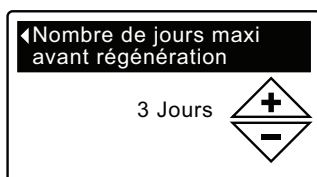

FIG. 38
5. Appuyez sur le SÉLECTEUR (O) pour afficher l'écran Max. de jours avant... (cf. Figure 38).